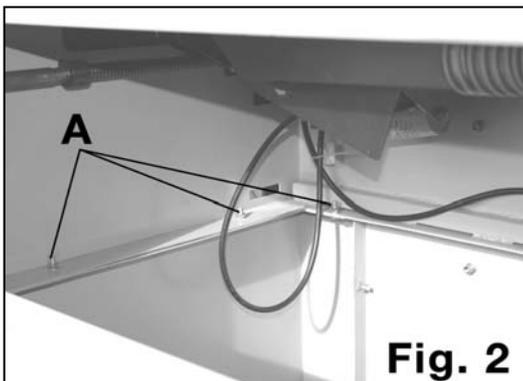

Fig. 2
3. Assembler la machine à son socle en utilisant les vis et écrous (A) appropriées comme indiqué (**Fig.2**).